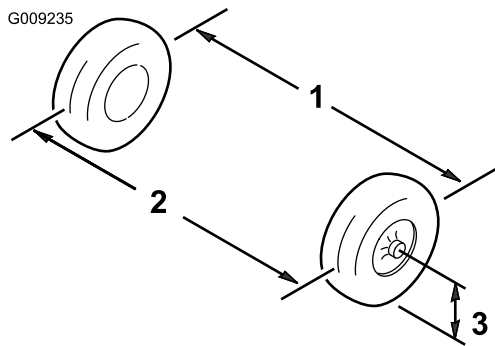

Рисунок 62
6. Измерьте расстояние между обеими передними шинами на высоте моста, с передней и задней стороны передних шин (Рисунок 62).